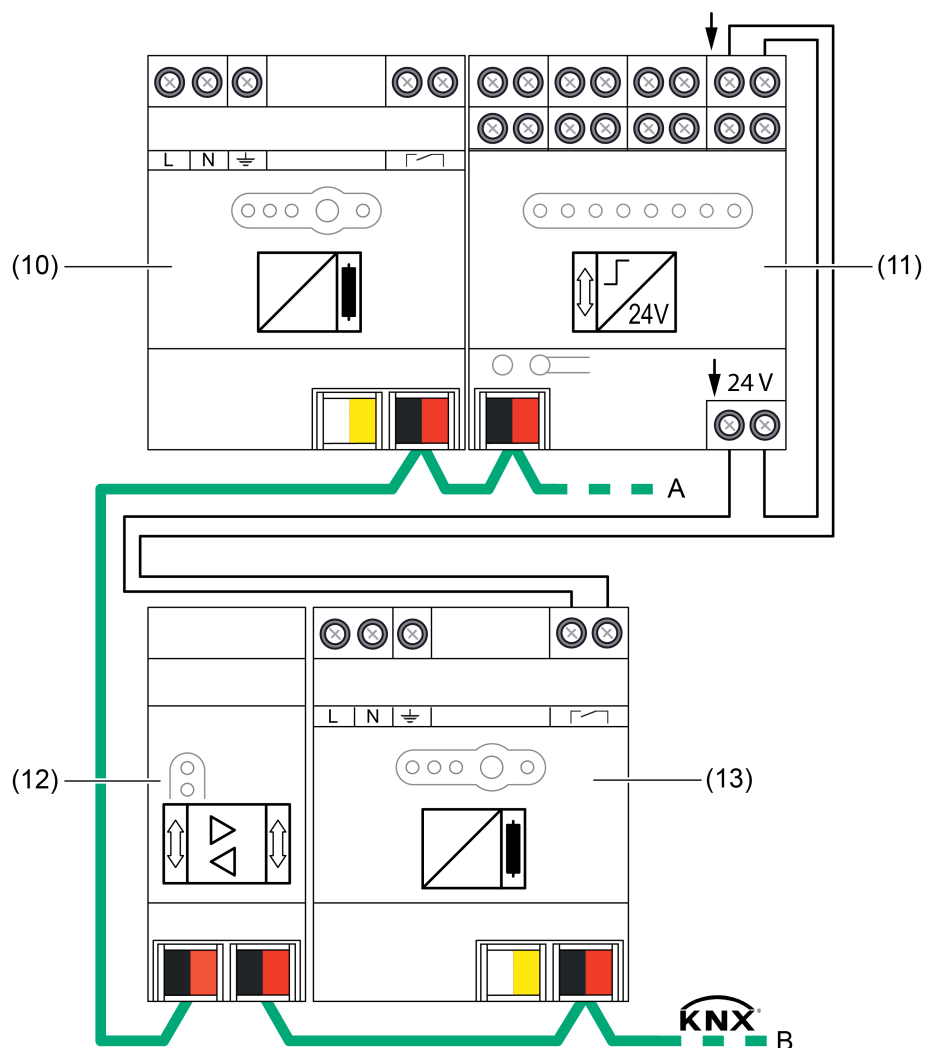

Bild 4: Anschlussbeispiel für KNX Binäreingang
- KNX Binäreingang entsprechend Anschlussbeispiel (Bild 4) anschließen.